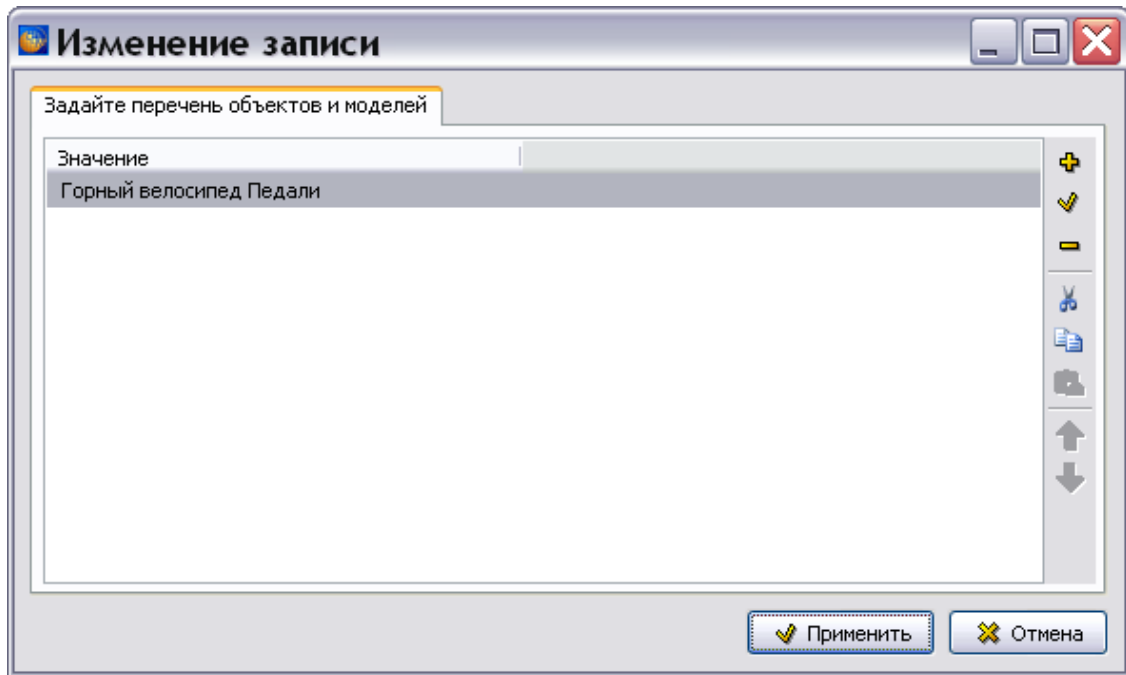

Рисунок 957
15) Нажмите на кнопку **Применить**. После этого произойдет возврат в окно **Изменение записи** для перечня объектов и моделей (рисунок 957).